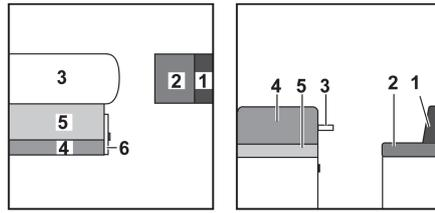

Fig. 167 Antes de la transformación
- Ampliar la mesa (Fig. 167,3) y transformar la mesa colgante ampliada en la base de cama (véase apartado 7.9).
- Tirar del asidero y abrir la trampa (Fig. 167,6).